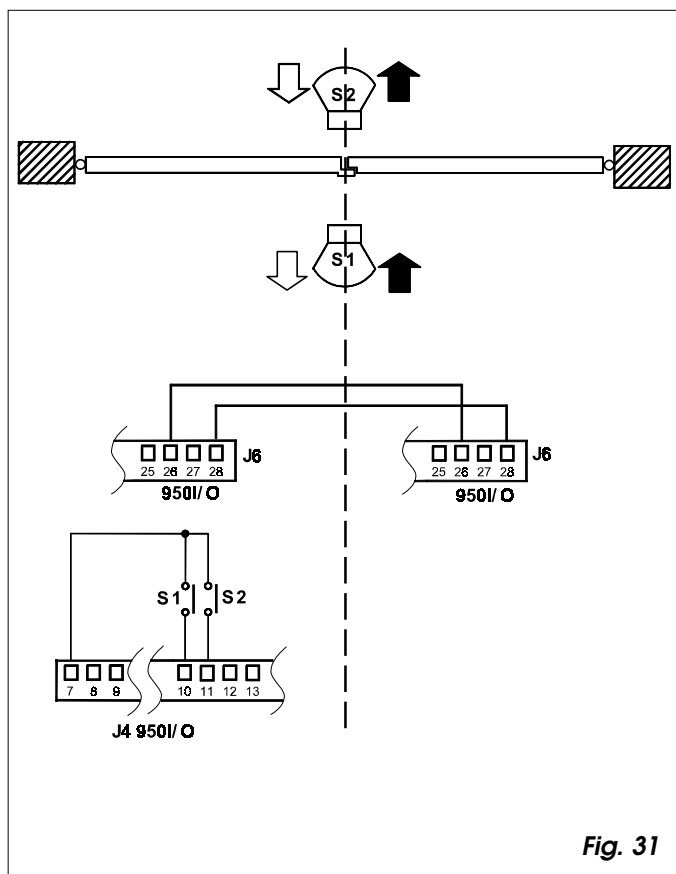

Fig. 31
- Realizar las conexiones entre los equipos 950I/O de las dos automatizaciones como se muestra en la fig. 31.